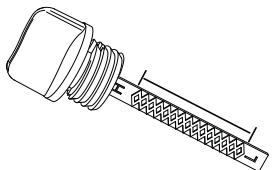

Figura 2-7. Intervalo de funcionamiento seguro
- Vea la **Figura 2-7**. Retire la varilla de medición y verifique si el nivel de aceite está dentro del intervalo de funcionamiento seguro.